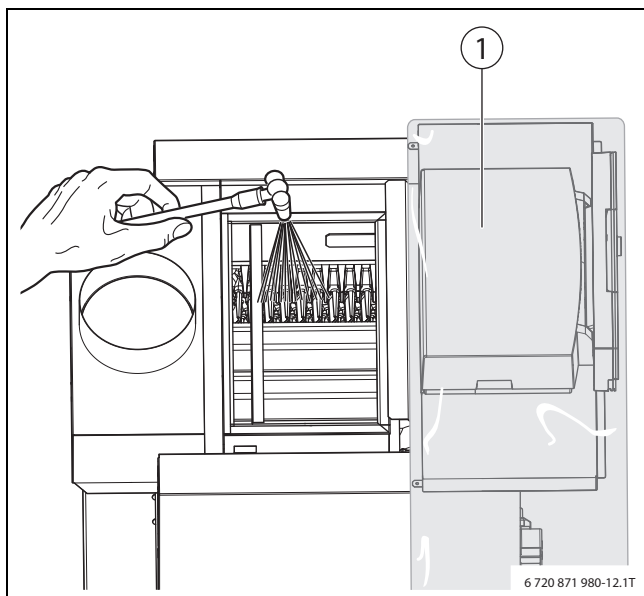

Рис. 45 Влажная чистка котла
- ▶ Накройте систему управления плёнкой (→ рис. 45 [1]). Не допускайте попадания аэрозольного тумана в систему управления и кабеля системы управления.
- ▶ Равномерно распылите чистящее средство сверху в газоотводящих каналах (→ рис. 45).